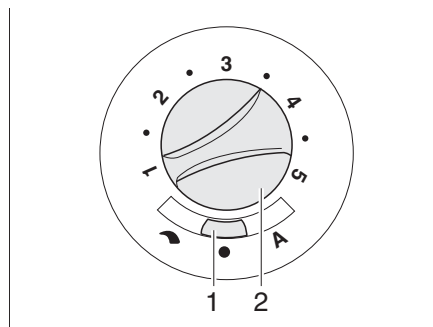

Fig. 110 Interruttore di comando per la ventola di ricircolo dell'aria (12 V)
- Posizionare l'interruttore a scorrimento (Fig. 110,1) su "↷" (regolazione manuale) o "A" (funzionamento automatico).
- Se l'interruttore a scorrimento (Fig. 110,1) è posizionato su "↷" (regolazione manuale): Impostare con la manopola (Fig. 110,2) la prestazione desiderata della ventola di ricircolo dell'aria.
- Posizionare l'interruttore a scorrimento (Fig. 110,1) su "●" (spento). A riscaldamento acceso, l'interruttore è disinserito.